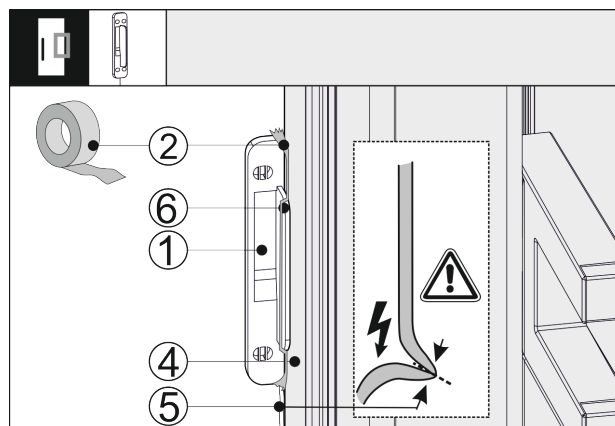

Fig. 43
- Applicare lateralmente il sensore di battito in testa Fig. 43 (1) sulla porta del dispositivo Fig. 43 (4), in modo che la battuta di arresto Fig. 43 (6) appoggi sulla porta del dispositivo Fig. 43 (4). Il cavo del sensore Fig. 43 (5) è leggermente teso e appoggia anche sulla porta del dispositivo Fig. 43 (4).
- Fissare il sensore di battito in testa Fig. 43 (1) con nastro adesivo Fig. 43 (2). Il sensore di battito in testa si avvita dunque alla parte frontale del mobile.